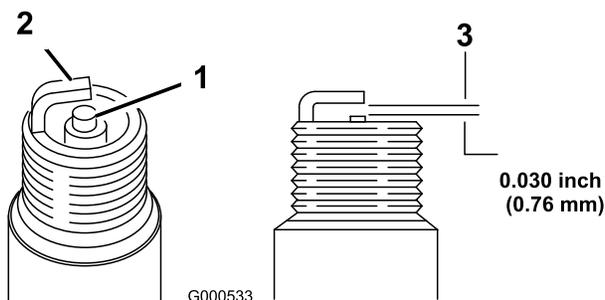

Figura 18
5. Defina a folga na vela para 0,76 mm (Figura 18).